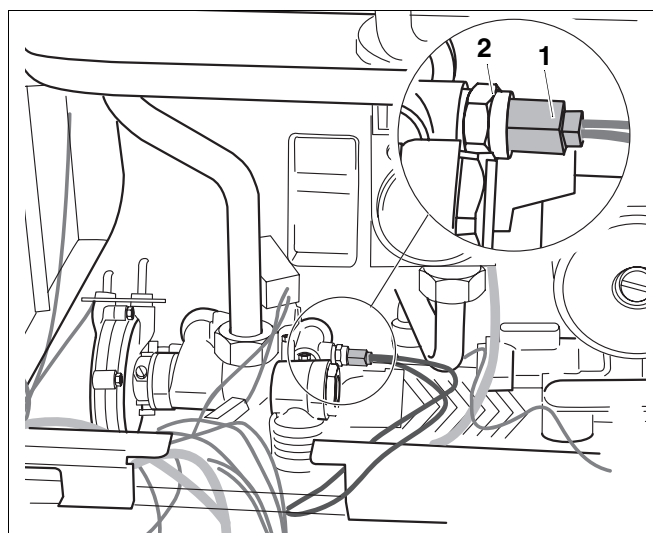

Рис. 30 Замена датчика горячего водоснабжения
- Разъединить штекерный разъем (рис. 30, поз. 1) датчика (рис. 30, поз. 2).
- Вывернуть датчик горячего водоснабжения (рис. 30).